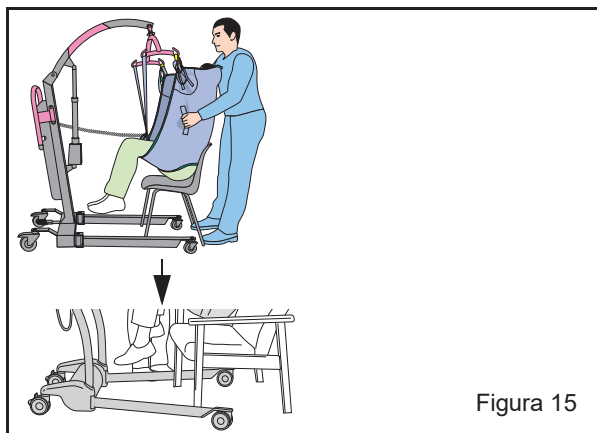

Figura 15
1. A la hora de bajar al paciente a una silla, cerciórese de que esté sentado con la espalda lo más erguida posible en el sling. Para este fin, puede utilizar las cintas de recolocación situadas en la parte exterior del sling, si se dispone de ellas (véase la figura 15).
2. Al volver a colocar al paciente en una silla, asegúrese de que las patas de la grúa queden colocadas alrededor de las patas/ruedas de la silla. Para colocar al paciente encima de la silla, utilice los asideros de la grúa; NO tire del sling. El paciente suspendido del sling debe permanecer siempre en el centro de gravedad. Use el control de mano para bajar al paciente (véase la figura 15, a continuación).